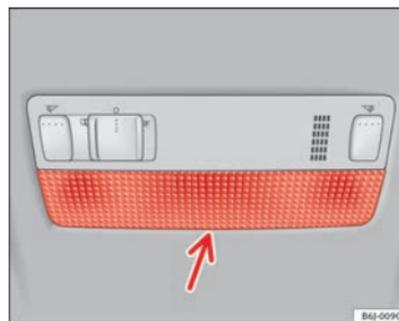

Fig. 156 Lampe de lecture avant
- Introduisez la partie plate d'un tournevis fin entre la carcasse et le verre ⇒ fig. 156.